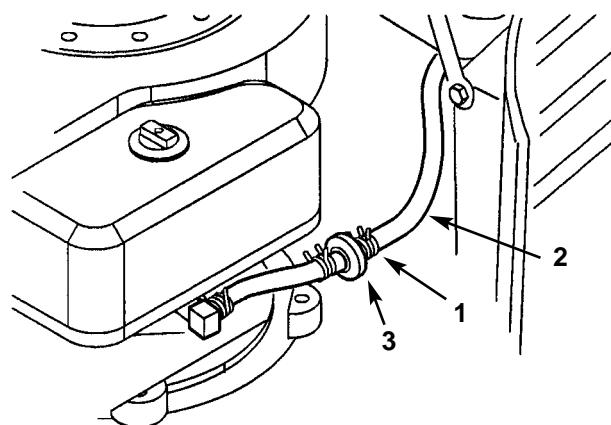

Figure 26
3. Pincer les extrémités du collier de serrage et les faire coulisser le long du flexible d'alimentation vers le réservoir (Fig. 26).
4. Retirer le flexible d'alimentation du filtre (Fig. 26) et laisser l'essence s'écouler dans un récipient.
3. Pincer les extrémités des colliers de serrage et les éloigner du filtre (Fig. 26).